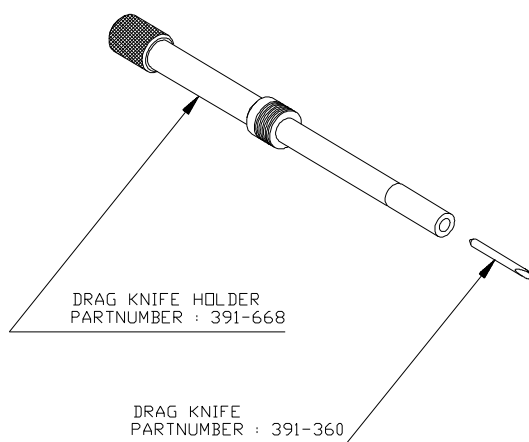

FIGURA 1-11 :
2. Inserte la hoja flotante en el soporte de cuchilla flotante, tal y como se muestra en la Figura 1-11.